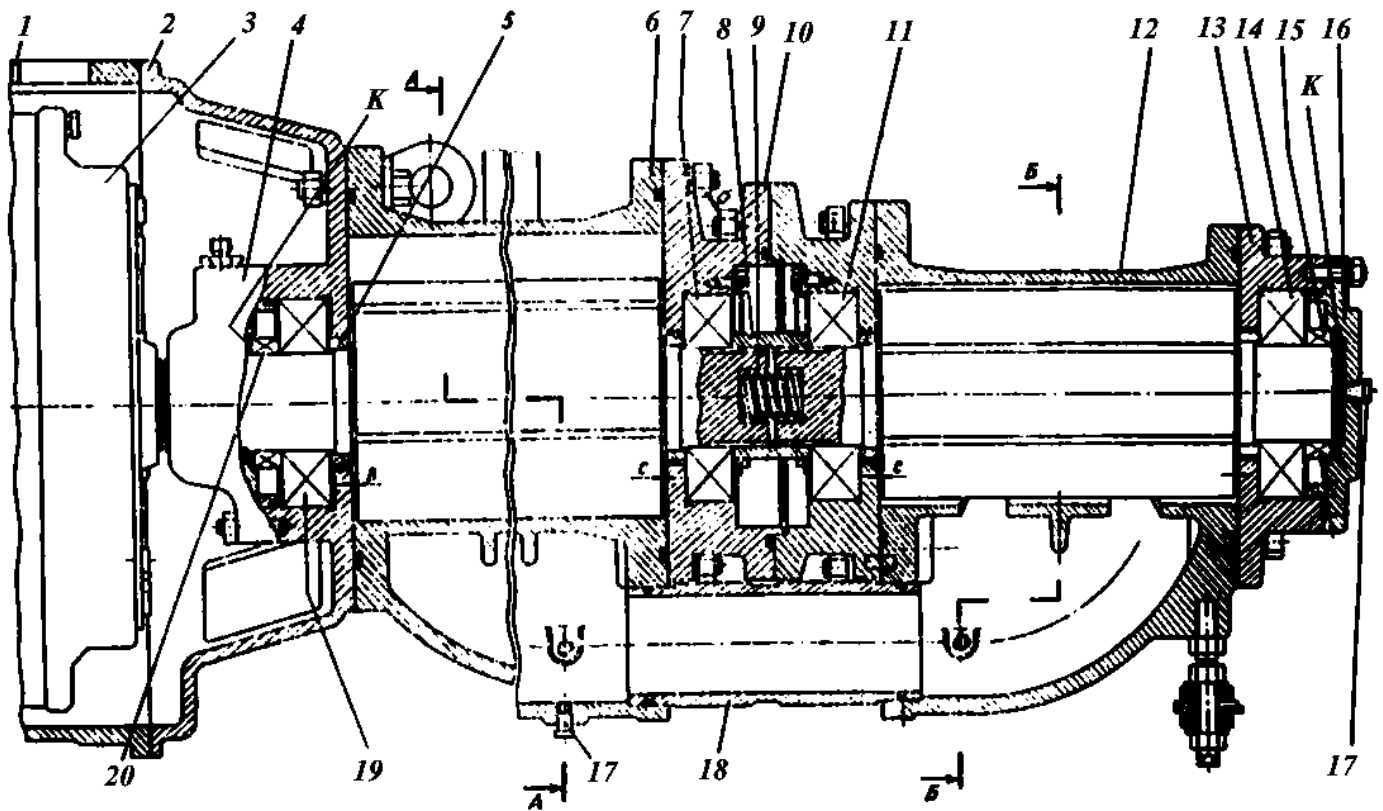
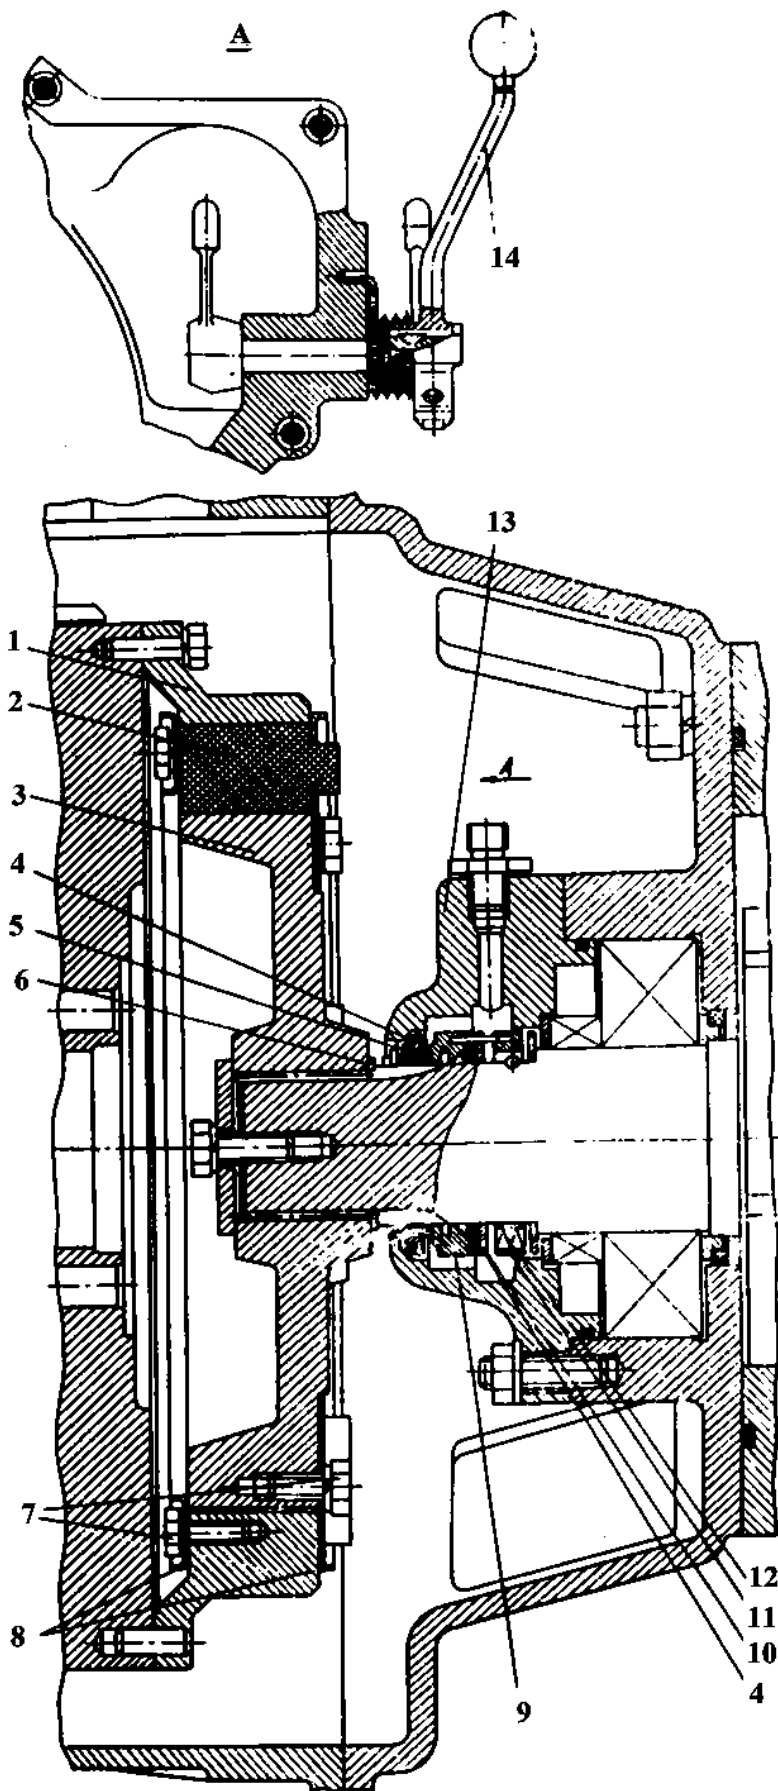

Рис. 4. Компрессор роторный пластинчатый маслозаполненный:
Рис. 6. Сальник и муфта привода:
5.1. Компрессор (рис. 4, 5)
Цилиндры 6 и 12 (см. рис. 4) соединены между собой промежуточными стаканами 10 и трубой 18, роторы 1 и 4 (см. рис. 5) – обоймой 8 (см. рис. 4). Упругая пальцевая полумуфта компрессора 3 (рис. 6) передает вращение вала дизеля ротору I ступени компрессора.
С помощью крышки-фонаря 2 (см. рис. 4) компрессор крепится к дизелю.
Перетечки воздуха с нагнетания на всасывание, т.е. потери подачи (производительности) компрессора, зависят от торцовых зазоров В и С между ротором и крышками (см. рис. 4), а также от радиальных зазоров I между роторами и цилиндром (см. рис. 5).
5.1.3. Сальник состоит из корпуса 13 (см. рис. 6), неподвижного упорного кольца 5, вращающихся вместе с ротором втулки 9, прижимной шайбы 10 и обоймы 11 с пружинами 2. Уплотнение достигается благодаря резиновым кольцам 4 и контакту пары трения; графит (кольцо 5) – сталь (втулка 9).
5.1.4. Муфта привода состоит из полумуфты дизеля (см. рис. 6), закрепленной на маховике, полумуфты компрессора 3, закрепленной на шлицевом конце ротора, десяти упругих пальцев 2. Для предотвращения выпадения пальцев к полумуфтам компрессора и дизеля крепятся диски 8 болтами 7.